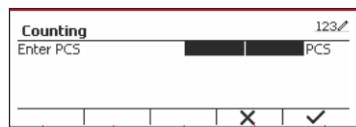

Figure 48
- Appuyez sur la touche multifonction correspondant à l'icône **PCS** pour accéder au sous-menu de saisie du nombre de pièces. (Voir Figure 48)